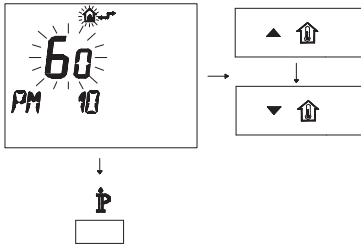

Figura 5.45
- Para modificar el punto de consigna programado use los botones ▲ ↑ o ▼ ↓ y espere a que el número programado comience a parpadear (Figura 5.45).